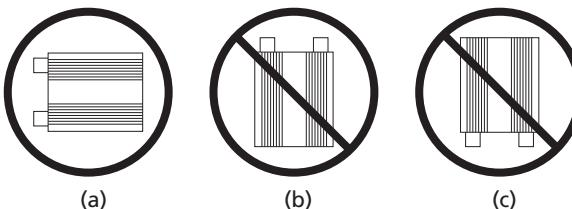

Figure 4.1 : Orientation pour un montage mural
Si le convertisseur doit être monté sur une surface verticale, comme un mur, veuillez vous assurer que l'axe du ventilateur est horizontal, comme illustré sur la figure 4.1 (a).
Le côté de l'entrée CC possède des ouvertures de ventilation plus grandes (9) pour supporter l'écoulement d'air du ventilateur. Monter le ventilateur avec le côté du ventilateur orienté vers le haut ou vers le bas, comme illustré sur les figures 4.1 (b) et 4.1 (c) n'est pas permis pour des raisons de sécurité. Si le convertisseur est monté comme sur la figure 4.1 (b), des objets métalliques ou conducteurs pourraient tomber accidentellement à l'intérieur de l'appareil à travers les ouvertures de ventilation, ce qui créerait des conditions dangereuses pouvant provoquer un court-circuit parmi les parties internes de l'appareil sous haute tension. Si le convertisseur est monté comme sur la figure 4.1 (c), des matériaux chauds ou fondu, provenant de parties internes endommagées de l'appareil à la suite d'un problème de fonctionnement, pourraient tomber sur des matériaux combustibles sur le plancher et créer un risque d'incendie.